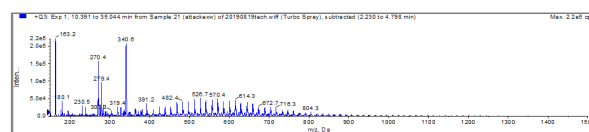

図 2 洗剤 H の ESI マススペクトル (API2000)
ORIST テクニカルシート No. 19-07 より、衣料用洗剤 H は POE を含むことが分かっています。その ESI マススペクトルは図 2 のように複雑です。ピーク間の電荷質量差 (22) を読むことで、エチレンオキシド (EO) のユニットを持っている界面活性剤が二価イオンで観測されていることがわかります。